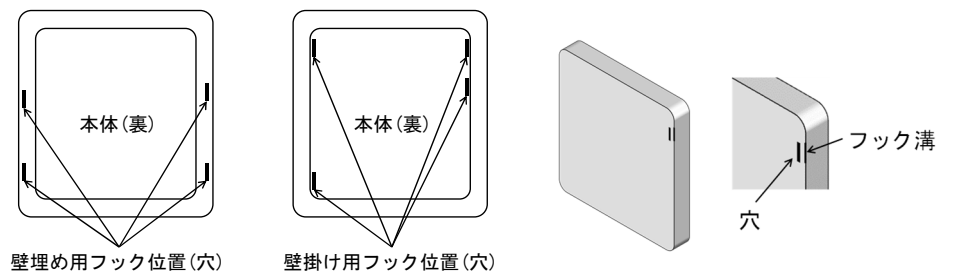

図3.4.6
- 本体背面の壁埋め用フック位置(穴)を確認してください。(図3.4.6) 壁埋めと壁掛けでは、フック位置が異なります。
- 本体背面の壁掛け用フック位置(穴)を確認してください。(図3.4.6) 壁埋め込みと壁掛けでは、フック位置が異なります。